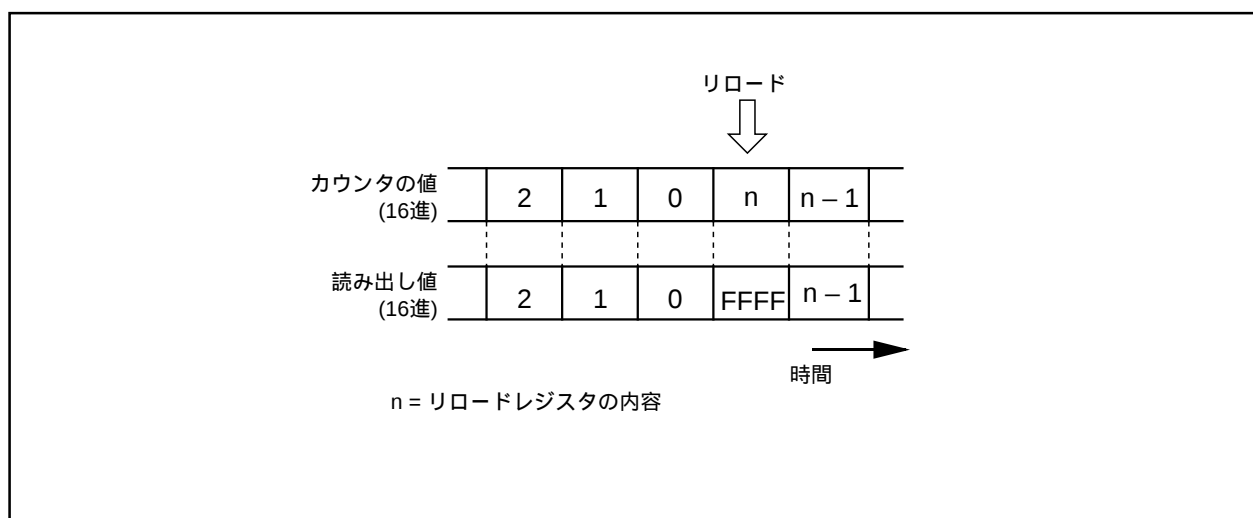

図2.3.12. タイマBiレジスタの読み出し
- 内 容 (1) リセット解除後、**カウント開始フラグ**は“0”です。**タイマBiレジスタ**に値を設定した後、“1”にしてください。
- (2) カウント中のカウンタの値は、タイマBiレジスタを読み出すことによって任意のタイミングで読み出すことができます。ただし、図2.3.12に示すリロードタイミングで読み出した場合、FFFF₁₆が読み出されます。カウント停止中にタイマBiレジスタに値を設定した後、カウンタがカウントを開始するまでの期間に読み出しを行った場合、設定値が読み出されます。